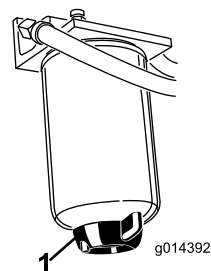

Рисунок 35
Ежедневно сливайте воду или другие загрязнения из водоотделителя (Рисунок 35).
2. Ослабьте сливную пробку в днище корпуса фильтра (Рисунок 35).